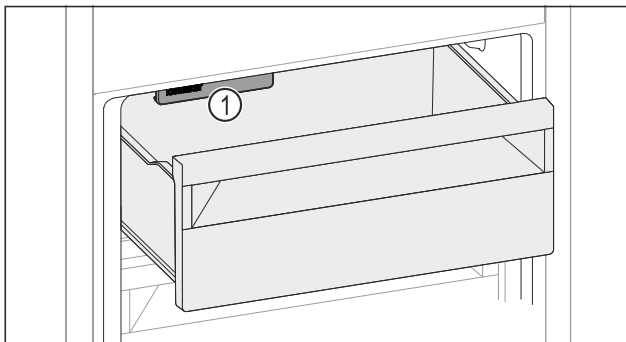

Fig. 235
- ▶ 请考虑 IceMaker Fig. 235 (1)。